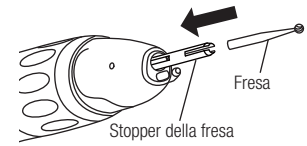

Fig. 3
2) Inserire all'interno del mandrino lo Stopper della fresa (in dotazione), in modo che impedisca un inserimento eccessivo della fresa corta per contrangolo. (Fig. 3)